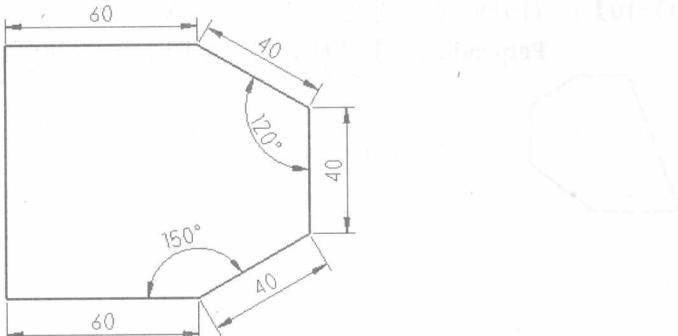

图1-6
**【练习1-6】：** 利用【Create】/【Line】/【Create Line Endpoint】连续线命令，绘制如图 1-6 所示图形。